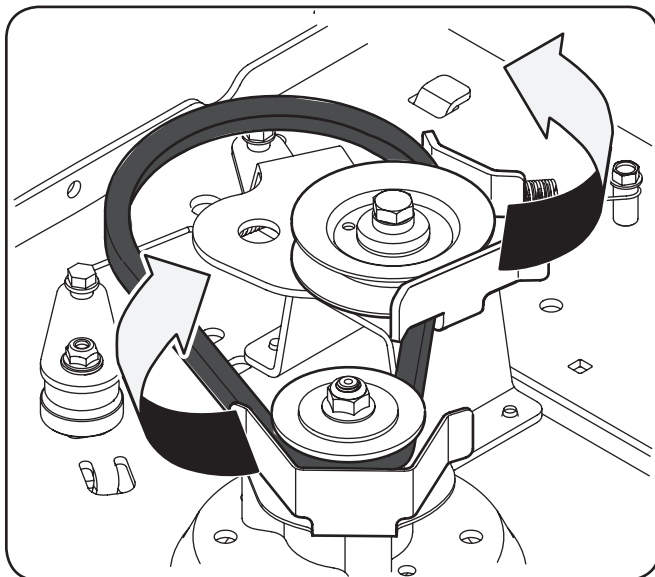

Figura 5-5
6. Extraiga la correa del conjunto de la polea de transmisión, como se indica en la Figura 5-5, para lo que debe sacar la correa de las dos poleas de transmisión.